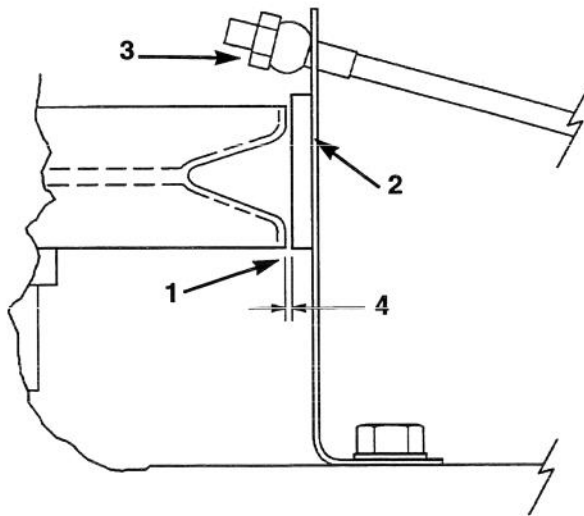

Figure 29
3. A l'aide d'une jauge d'épaisseur, mesure l'espace entre la bride inférieure de la poulie des lames (3) et la plaquette de frein (Fig. 29). Ajuster le contre-écrou sur les tiges de freins de manière à obtenir la garde correcte: 0,5 à 1,5 mm (Fig. 29).